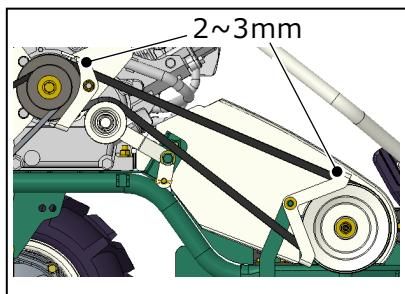

図 3
- 3) エンジン側、ナイフ側ともにベルトとベルト押さえとの間隔がともに 2~3mm になるよう図 3 を参考にベルト押さえの位置を調整してください。